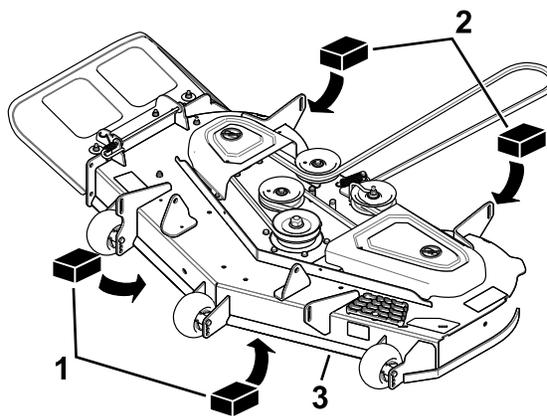

Рисунок 73
3. Установите 2 подставки толщиной по 6,6 см (25/8 дюйма) под каждую сторону передней кромки деки, но не под кронштейны защитного валика (Рисунок 73).
4. Установите 2 подставки толщиной по 7,3 см (27/8 дюйма) под заднюю кромку фартука режущей деки, по одной на каждой стороне режущей деки (Рисунок 73).